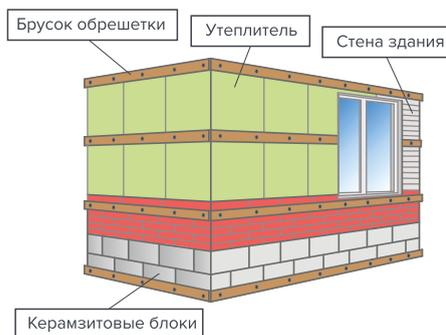

рисунок 1
6.1.2. Бруски горизонтальной обрешетки крепятся к несущей стене (рисунок 1).